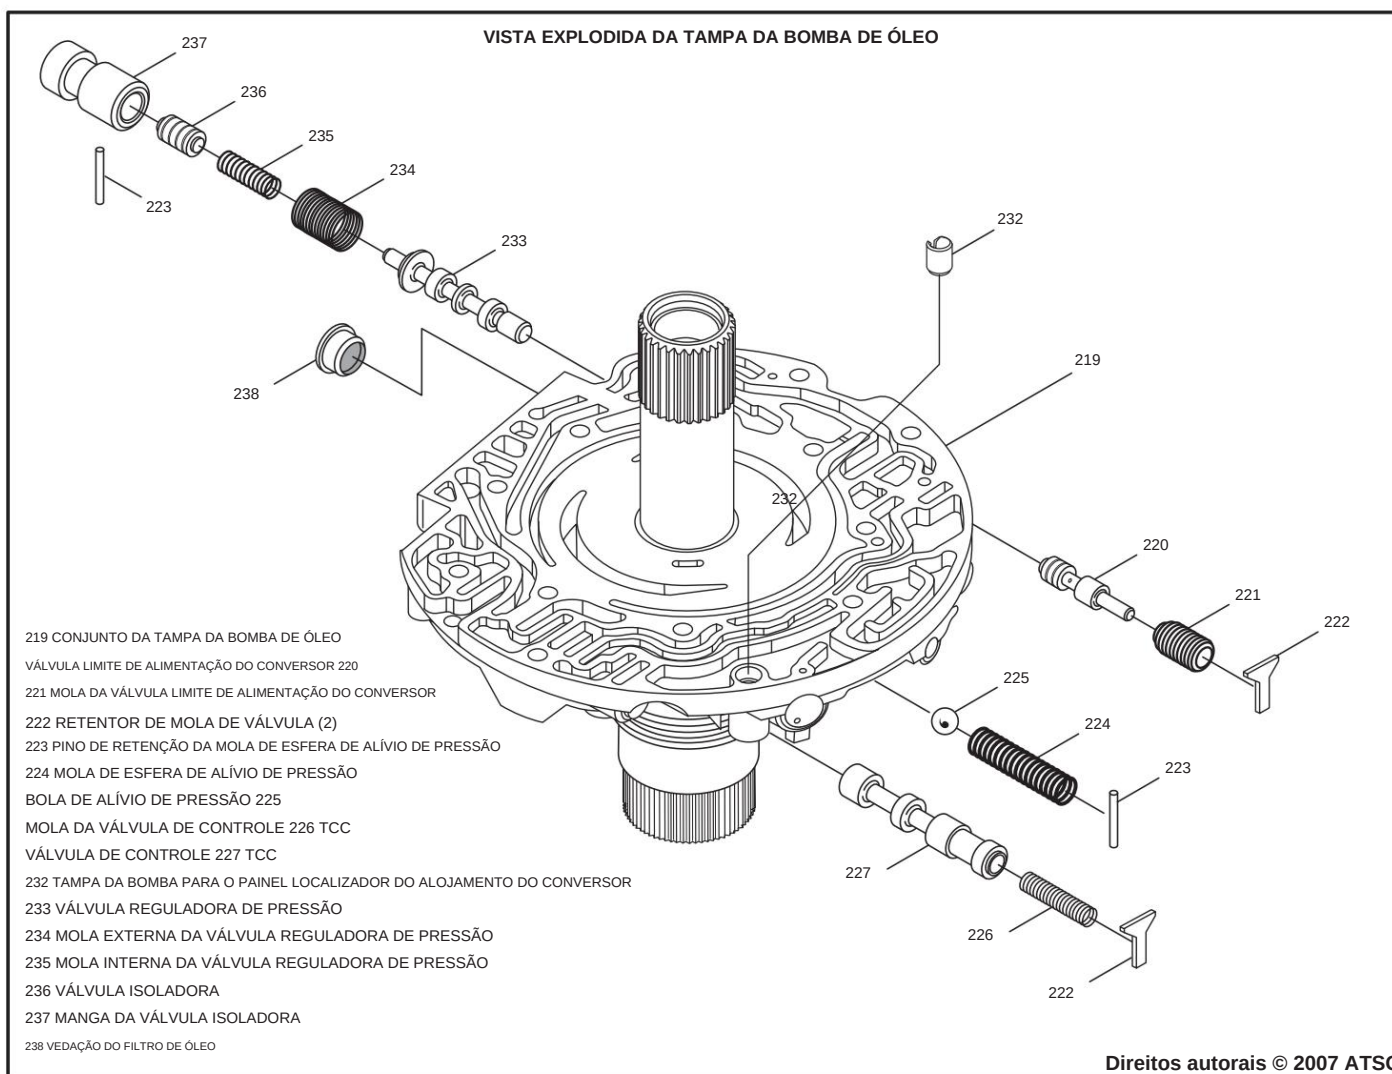

Figura 62
9. Desmonte o conjunto da tampa da bomba usando a Figura 62 como guia.
13. Instale cada trem de válvulas de volta em seus furos **exatamente** como mostrado na Figura 62.
14. Certifique-se de instalar o pino de localização, conforme mostrado na Figura 62, caso o tenha removido.